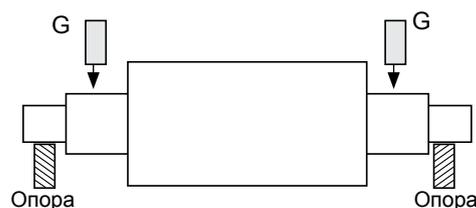

Рис. 3.30
- (2) После шлифовки ступеньки (опорной поверхности вала) отшлифуйте шейку прокатного вала. После шлифовки замерьте отклонения от круглости, радиальное биение и отклонения от цилиндричности (Рис. 3.30). Установите внутреннее кольцо подшипника меткой 0 или E к метке минимального радиального биения шейки прокатного вала.